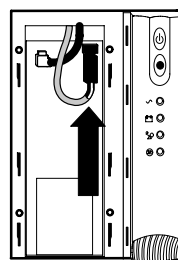

Abbildung 5 Den internen Batterieanschluss verbinden
- 5 Das rote Kabel mit (+) dem Batterieanschluss verbinden (siehe Abbildung 5).